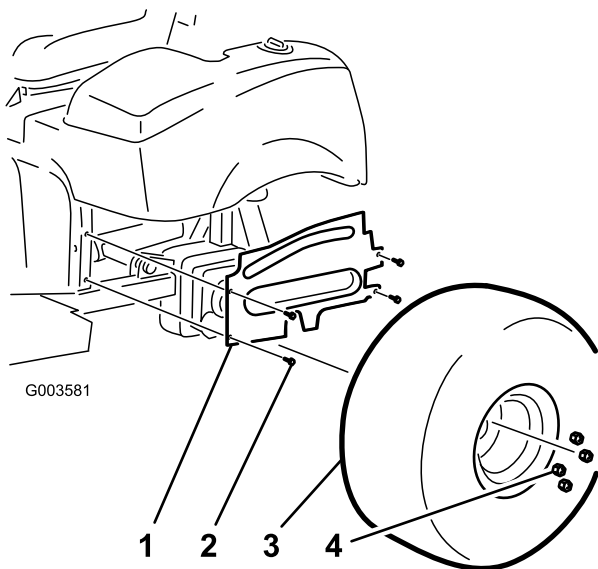

図 1
3. 左側ホイール・シュラウドをフレームに固定しているフランジ・ヘッド・ネジを外す（図1）。シュラウドを取り外して保管する。